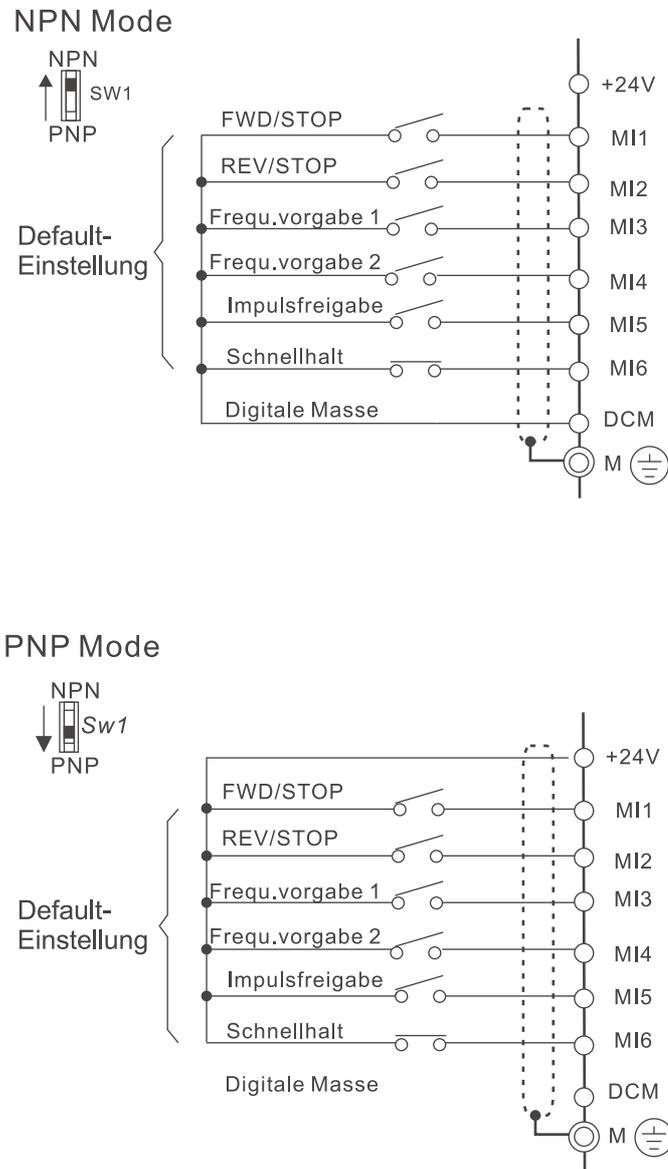

Abbildung 22: Anschluss im NPN-Modus und PNP-Modus – ohne externe Spannungsversorgung
*: Für Verdrahtung im NPN- und PNP-Modus siehe ▶Figure 22◀ on page 50.